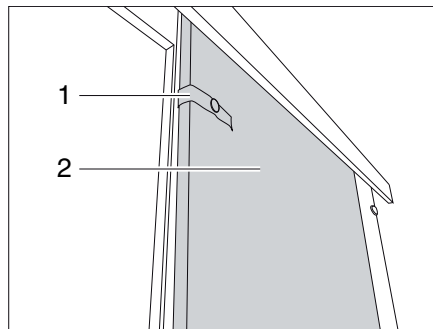

Fig. 178 Puerta corredera
- Soltar la cinta de seguridad (Fig. 178,1).
- Empujar la puerta corredera (Fig. 178,2) a la posición de cierre.
- Dirigir la puerta corredera (Fig. 178,2) a la posición de apertura.
- Fijar la puerta corredera con la cinta de seguridad (Fig. 178,1).